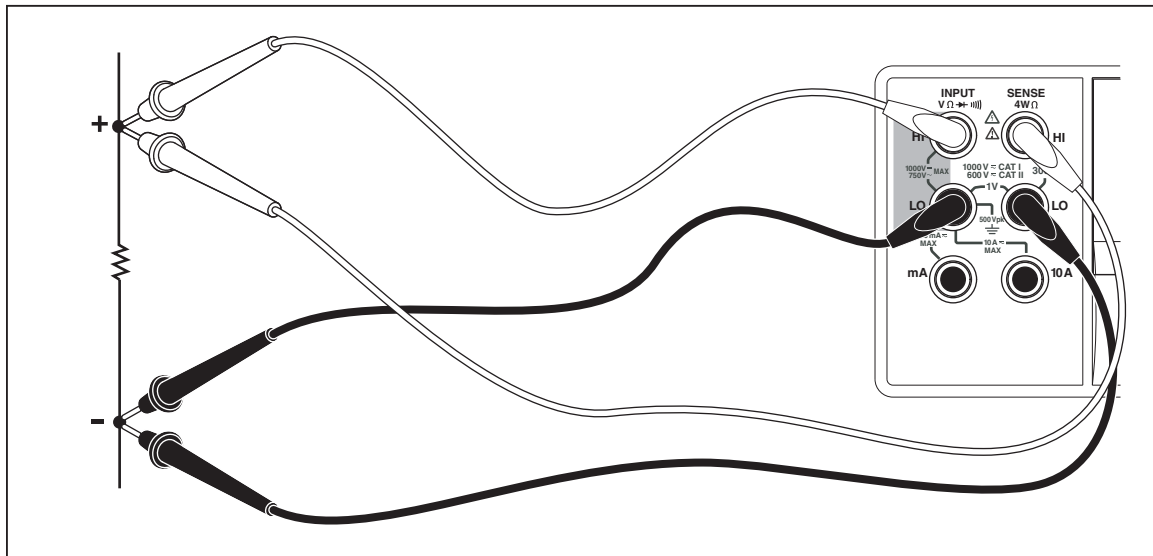

Figura 3-6. Misurazione della resistenza a 4 fili
1. Collegare i cavetti di prova tra il multimetro e il circuito in prova, come illustrato nella Figura 3-6.